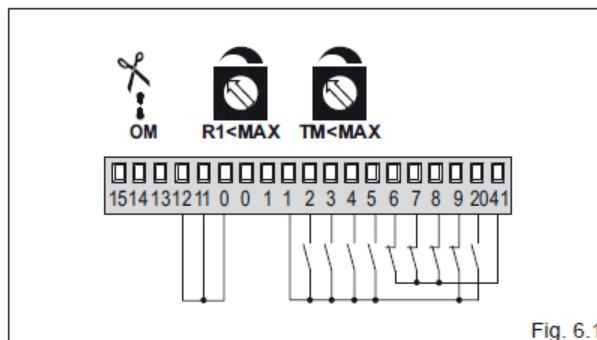

Fig. 6.1
- (Fig. 6.1) Az ajtószárny nekimegy a mechanikai végállásoknak, és van akadályérzékelés.